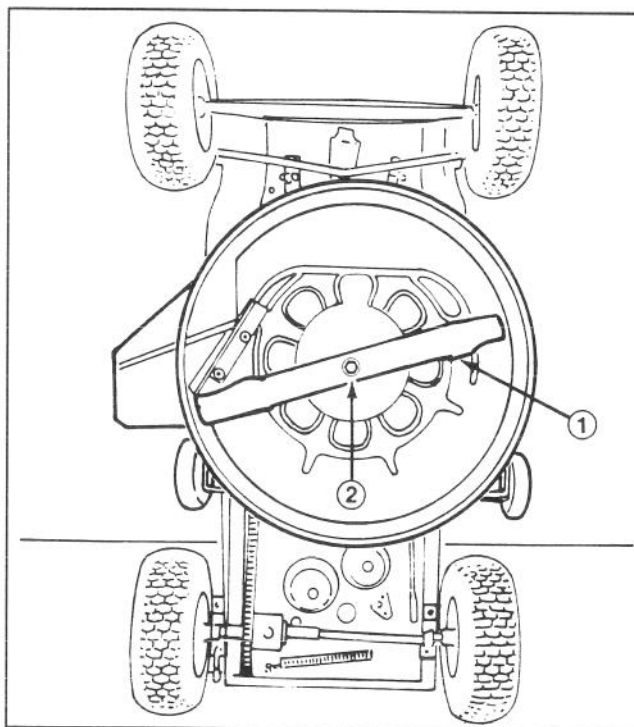

Figure 15
6. Saisir l'extrémité de la lame à l'aide d'un chiffon ou d'un gant épais. Puis enlever le boulon de la lame, la rondelle et la lame (Fig. 15).
9. Remettre l'un après l'autre, la lame, la rondelle et le boulon de la lame (Fig. 15). Serrer le boulon de 6,2 à 8,1 kg/m (61–81 Nm).
6. Enlever l'herbe coupée et les saletés qui adhèrent aux parois internes du carter de la tondeuse (Fig. 15), à l'aide d'un tuyau d'arrosage. Gratter toute herbe ou saleté que l'eau n'a pas éliminée, puis laver à nouveau le carter.
7. La machine étant debout, vérifier l'état de la lame (Fig. 15).